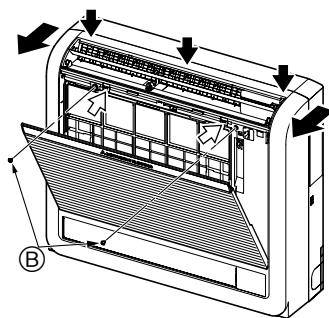

Fig. 3-3
- Open het voorste rooster door op de 2 plaatsen te drukken zoals aangegeven door de pijlen ⇨. (Fig. 3-3)